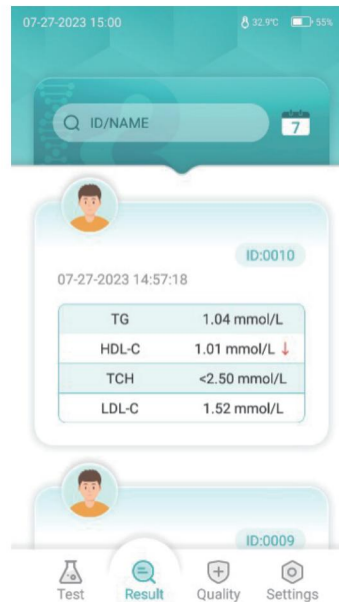

Figura 6.3
- Inserisci l'ID del campione o il nome del paziente nella casella di ricerca in alto e verranno visualizzati i risultati corrispondenti (Figura 6.3).